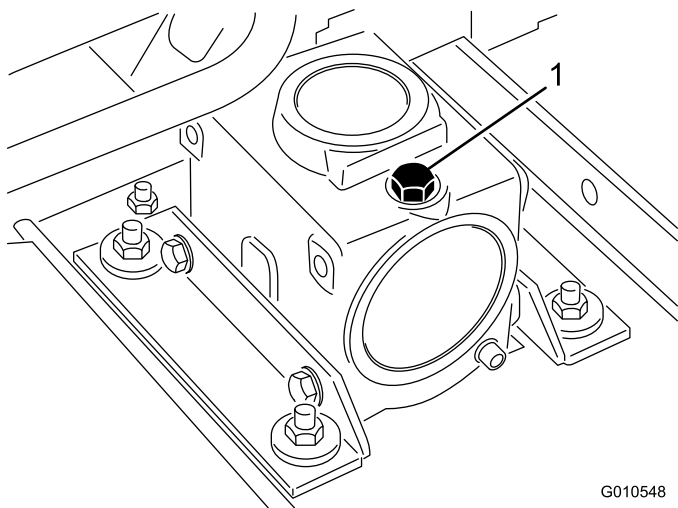

Figura 23
2. Coloque a máquina e a unidade de corte numa superfície plana e baixe a unidade de corte. Retire a vareta/tampão de enchimento da parte superior da caixa de velocidades (Figura 23) e verifique se há lubrificante entre as marcas da vareta. Se o nível de lubrificante estiver baixo, adicione lubrificante de engrenagens SAE 80-90 wt. até que o nível fique entre as marcas. A capacidade da caixa de velocidades é de 283 ml.